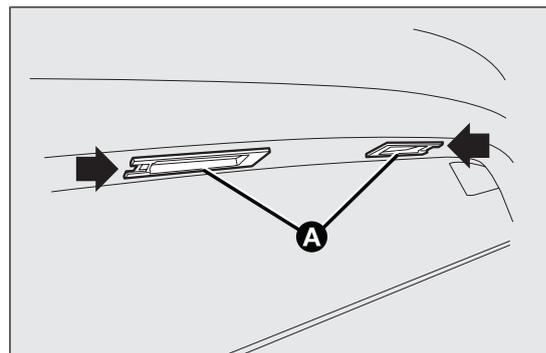

fig. 172
- actuar en el punto indicado por las flechas y quitar los grupos transparentes A fig. 172;